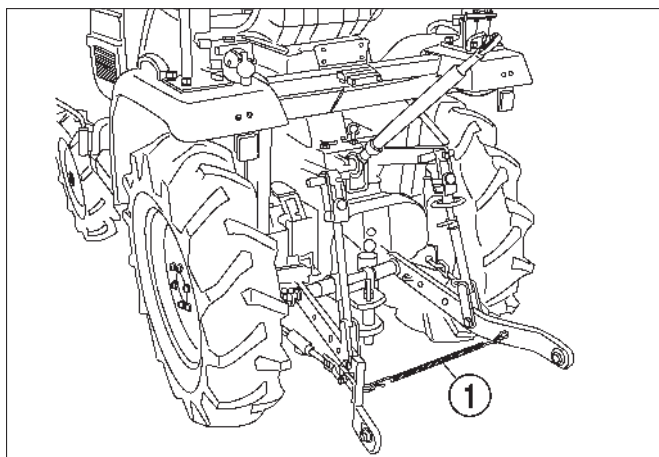

Fig. 60
FIG. 60: Enlevez les broches des bras inférieurs de l'équipement. Assurez-vous que les bras inférieurs sont attachés l'un à l'autre avec le ressort (1) pour éviter qu'ils touchent les pneus.